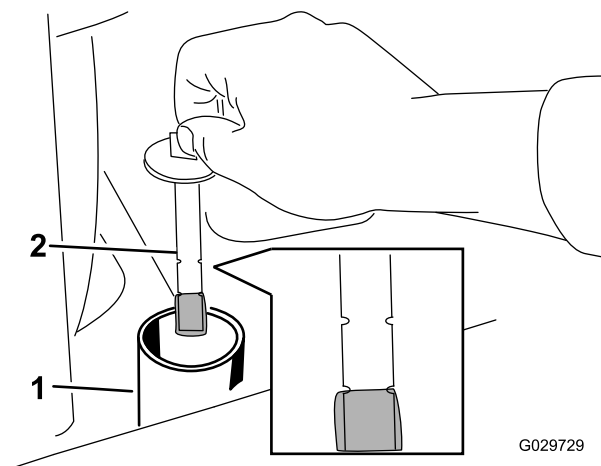

Figura 67
6. Retire el tapón y la varilla del depósito hidráulico (Figura 67).